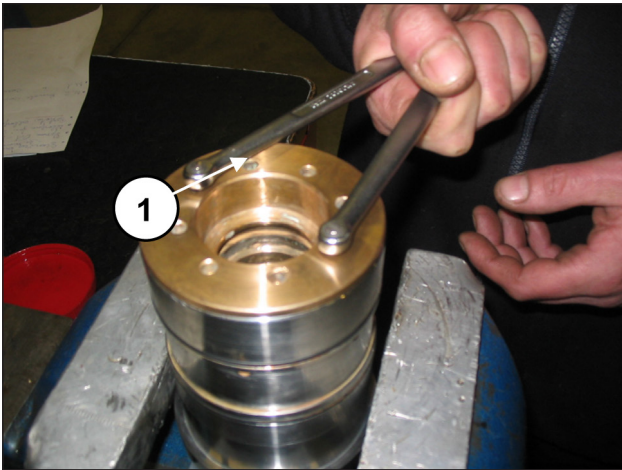
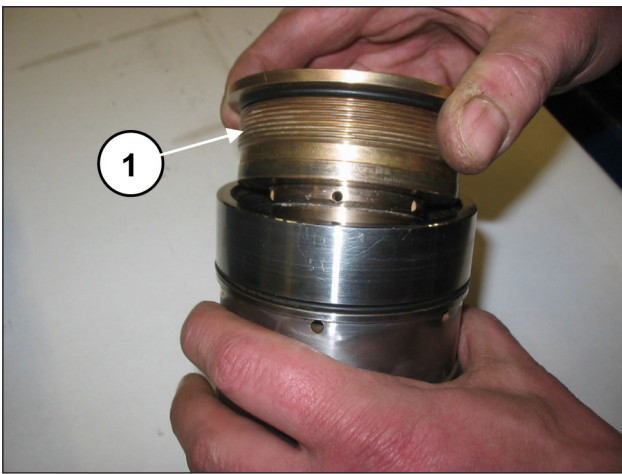

Fig. 145
Fig. 146
Separe o suporte dos forros da camisa, mediante o uso de uma chave inglesa com alças redondas Ø5, disponíveis no mercado, (pos. ①, Fig. 145), e desparafuse o suporte até a sua completa extração (pos. ①, Fig. 146).